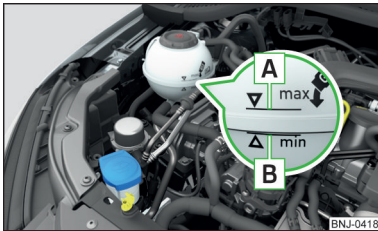

Abb. 250
Kühlmittelstand prüfen - der Kühlmittelstand muss zwischen den Markierungen **A** und **B** liegen » Abb. 250. Liegt der Kühlmittelstand unterhalb der Markierung **B**, das Kühlmittel nachfüllen.
Die **Spezifikation** des Kühlmittels ist auf dem Kühlmittelausgleichsbehälter aufgeführt » Abb. 250.
■ Das Kühlmittel nicht über die Markierung **A** auffüllen » Abb. 250. Das Kühlmittel könnte bei Erwärmung aus dem Kühlsystem gedrückt werden - es besteht die Gefahr einer Beschädigung der Motorraumteile.